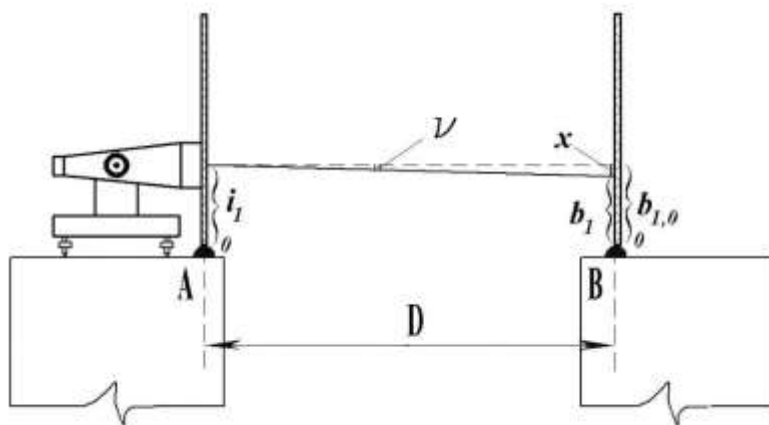
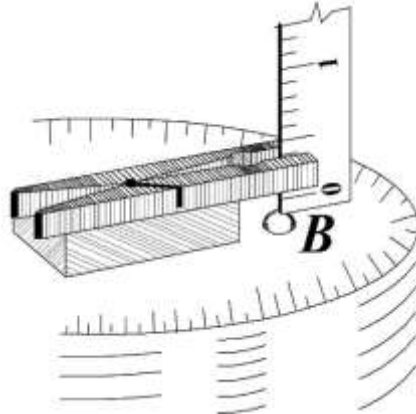

Рис. 12 Нивелирование линии A – B
Рис. 14. Установка линейки на столбе "В".
1. Устанавливают нивелир на геодезическом столбе с номером "А" (рис. 12) и приводят ось вращения его в отвесное положение. Для этого вращением подъёмных винтов подставки перемещают пузырёк круглого уровня в нуль - пункт.
7. Снимают крышку, линейку переносят на столб с номером "В" (см. рис.12), где её устанавливают на марке с помощью кронштейна (рис.14) или удерживают рукой.
- погрешность в отсчётах по линейке (см. рис. 12 и 18).